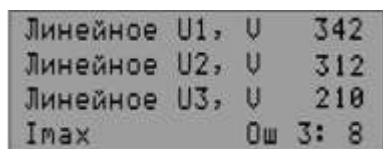

Рисунок 5.16 – Индикатор УБЗ-304 в состоянии **Просмотр измеряемых и вычисляемых параметров** (при наличии аварии)
- в четвертой строке индикатора появляется сообщение об аварии (рис. 5.16) (код аварии соответствует таблице 5.13);